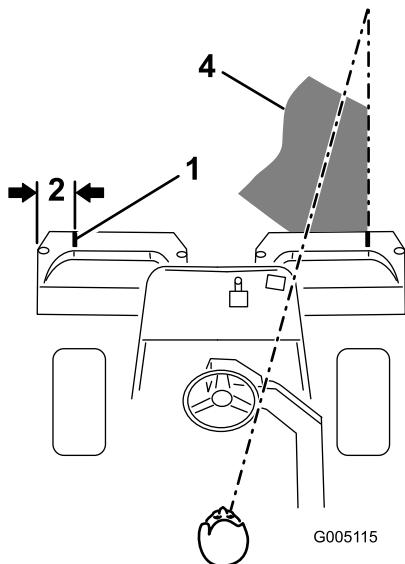

Bild 10
2. Bringen Sie einen Streifen weißen Isolierbands an jedem Korb an, oder zeichnen Sie eine Linie. Das Isolierband bzw. die Linie sollte parallel mit der äußeren Kante jedes Korbs verlaufen (Bild 10).